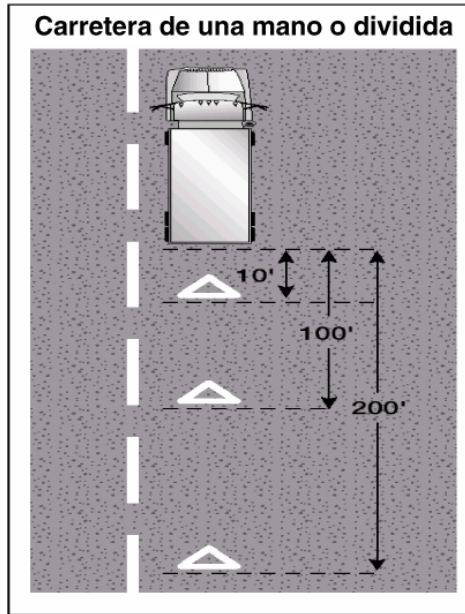

Figura 2.8
- Si usted debe detenerse en una carretera de sentido único o dividida, o al costado de ella, ubique los dispositivos de alerta (es decir, llamaradas, reflectores triangulares, conos, etc.) a 10 pies (3 metros), 100 pies (30 metros) y 200 pies (60 metros) en dirección al tráfico que se aproxima a su vehículo. *Ver la figura 2.8*